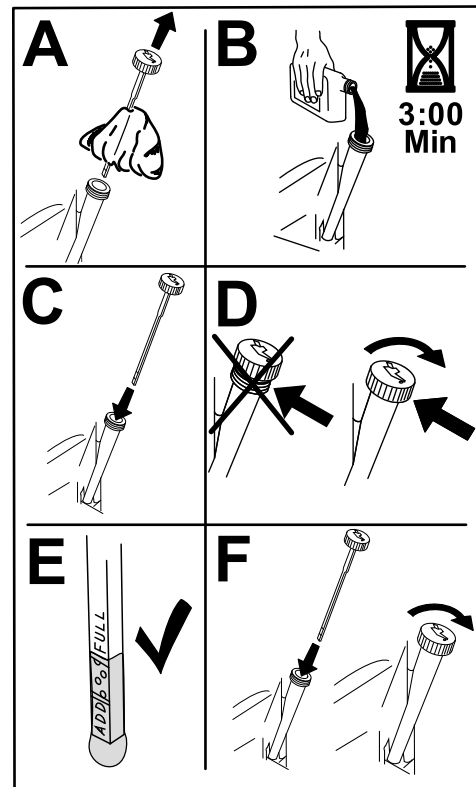

Figura 44
- Lentamente, deite cerca de 80% do óleo especificado no tubo de enchimento e lentamente adicione óleo para que atinja a marca **Cheio** (Figura 44).